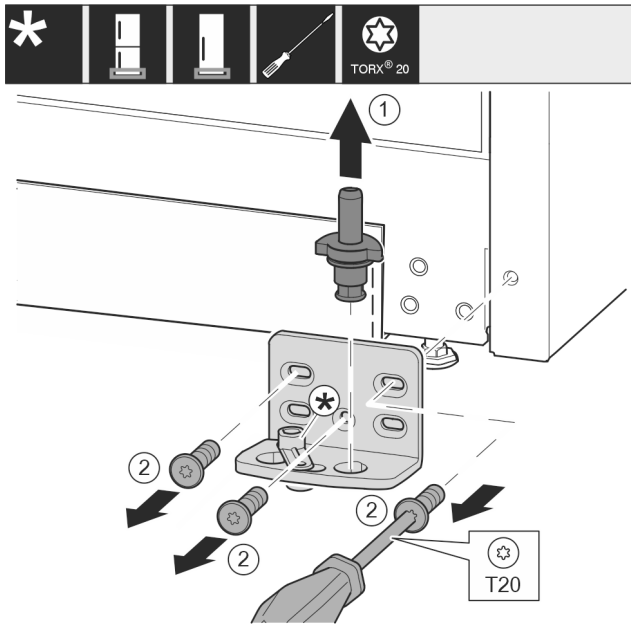

Fig. 44 *
- Lagerbolzen Fig. 44 (1) komplett nach oben herausziehen.*
- Schrauben Fig. 44 (2) mit Schraubendreher herausdrehen und Lagerbock abnehmen.*